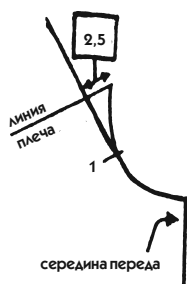

Рис. 464
2. Проведите линию стойки воротника, как вы сделали это для цельнокроеного воротника с подбортом, но пересекая линию плеча в точке, расположенной на расстоянии 2,5 см от горловины, а не 3 см (рис. 464).